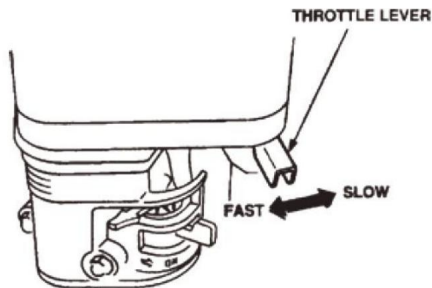

RYS.10
9.6 Chwycić uchwyt rozrusznika (RYS. 10) i powoli go wyciągnij. Opór